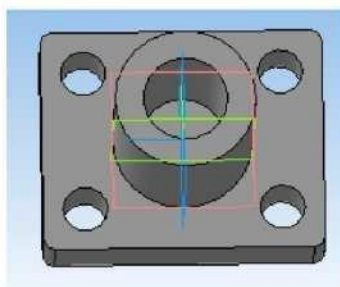

Рис. 8
19. Повторно используя операцию **Массив по сетке**  сделайте оставшиеся отверстия (изменяя параметры наклона и расстояния). Сравните работу с образцом (рис. 8).